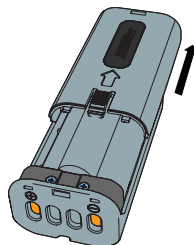

Figura 13
4. Deslice para sacar las cubiertas de las cajas para batería e inserte tres baterías alcalinas "AA" en cada caja de acuerdo con la polaridad ilustrada en el interior. (Figura 13)